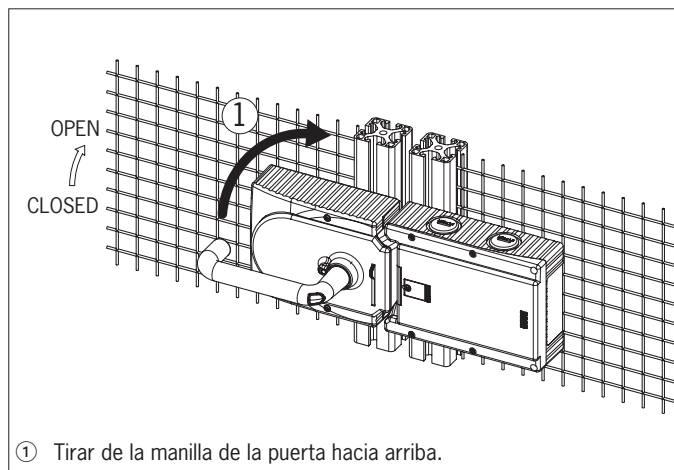
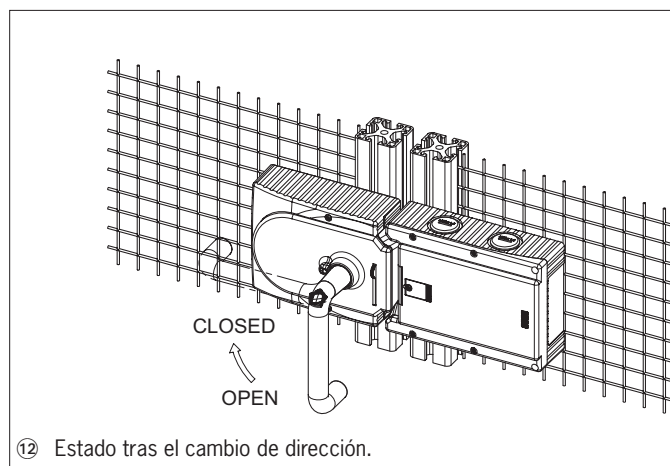

Fig. 10: Cambio de la dirección de accionamiento, paso ①
Fig. 15: Cambio de la dirección de accionamiento, estado final
Para los pasos de montaje, consulte la Fig. 9 y de la Fig. 10 a la Fig. 15.
- El sistema se monta de forma invertida para las puertas con sujeción a la izquierda. Es decir, el resguardo se abre presionando hacia arriba la manilla de la puerta (consulte la Fig. 10). Por este motivo, es necesario cambiar la dirección de accionamiento de la manilla (véase de la Fig. 10 a la Fig. 15).